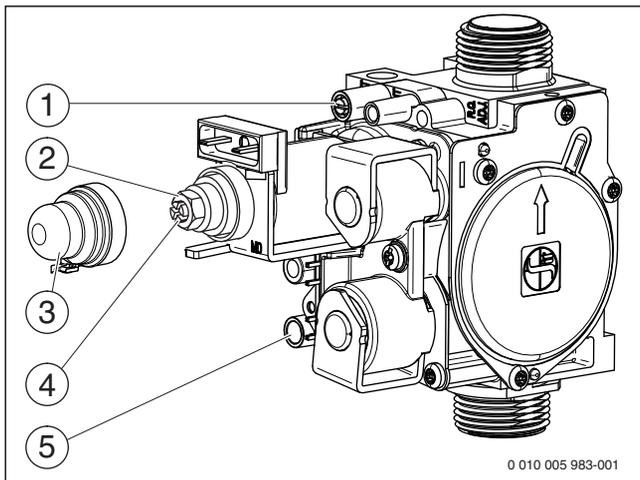

Рис. 27 Газовая арматура
- ▶ Значение «min» давления (мбар) на форсунках приведено в таб. на стр. 38. Установите давление на форсунках регулировочным винтом минимального расхода газа (рис. 27, [4]).
- ▶ Отверните уплотнительный винт на штуцере измерения подаваемого давления газа (рис. 27, [5]) и подсоедините манометр.
- ▶ Установите и опломбируйте крышку (рис. 27, [3]).